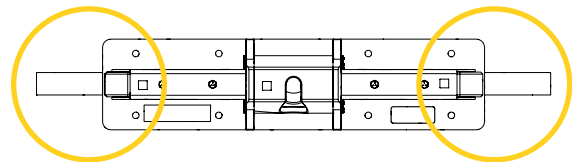

Figure 28: Application des étiquettes flèche PRT-008-117
13. S'assurer qu'il n'y ait pas d'espace entre les quatre (4) composants de la Fixation au sol AnchorMed et le sol.
16. Appliquer une étiquette flèche PRT-008-117 de chaque côté de l'Ancrage au sol, centré avec les Commandes au pied à déclenchement rapide (Figure 28).